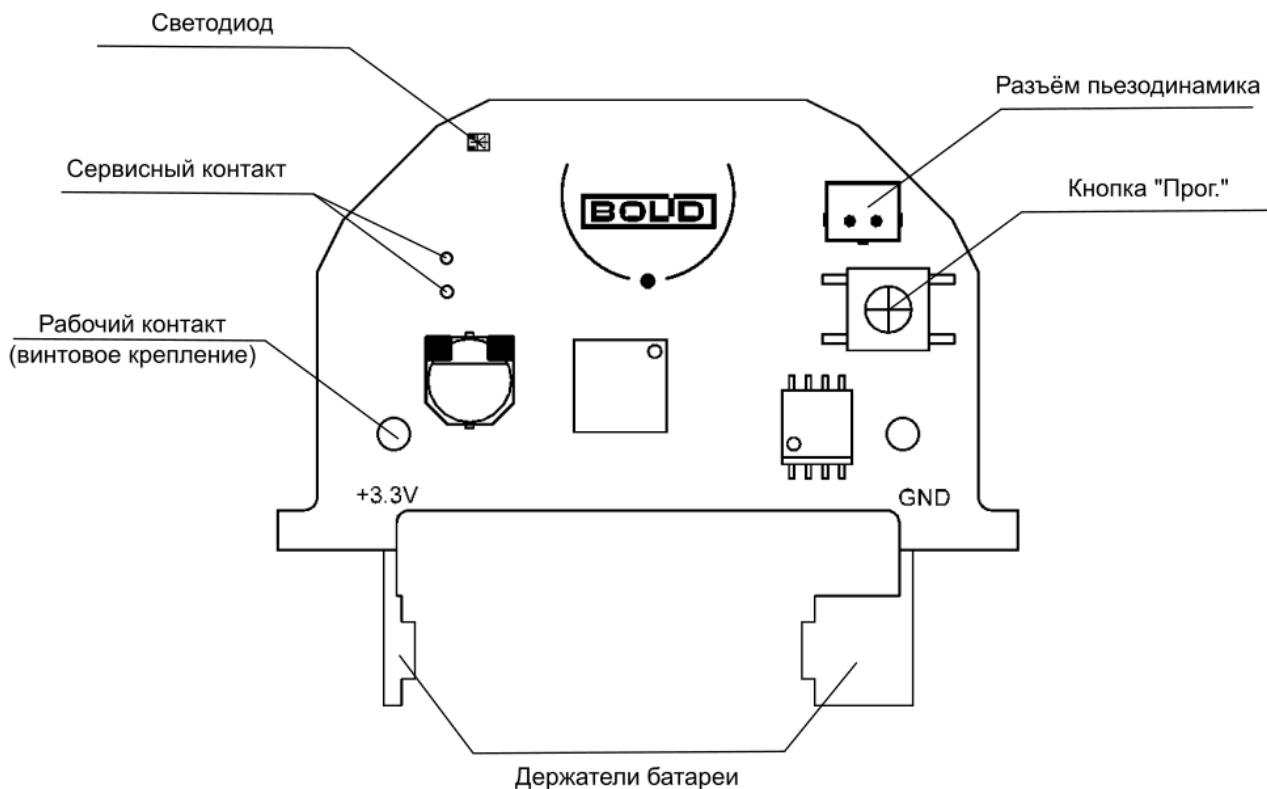

Рисунок 2.2 Расположение элементов на плате
На плате датчика располагаются элементы питания и органы управления прибором и индикации (см. Рисунок 2.2):
- Нажать кнопку «Прог.» на плате датчика (см. Рисунок 2.2) на время более 3 секунд.
Тест качества связи запускается посредством короткого нажатия на кнопку «Прог.» на плате прибора (см. Рисунок 2.2). Запуск процедуры может занимать до 2 секунд, при этом прибор осуществляет анализ радиоэфира и регистрацию на Радиоконтроллере или оптимальном ретрансляторе.
- Отключите источник питания и нажмите кнопку «Прог.» на плате устройства (см. Рисунок 2.2) до полной разрядки конденсаторов (5-10 с).